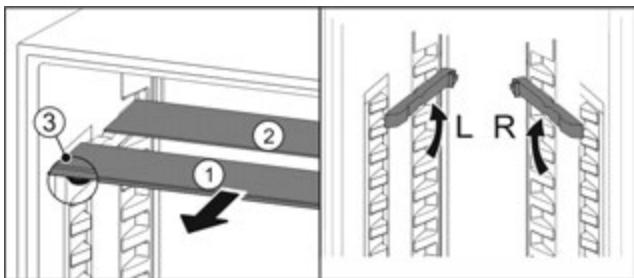

Fig. 85
- Посуньте Fig. 85 (1) скляну панель вперед.
- Скляна панель Fig. 85 (1) з декоративною планкою лежить спереду.
- Стопори Fig. 85 (3) показують вниз.